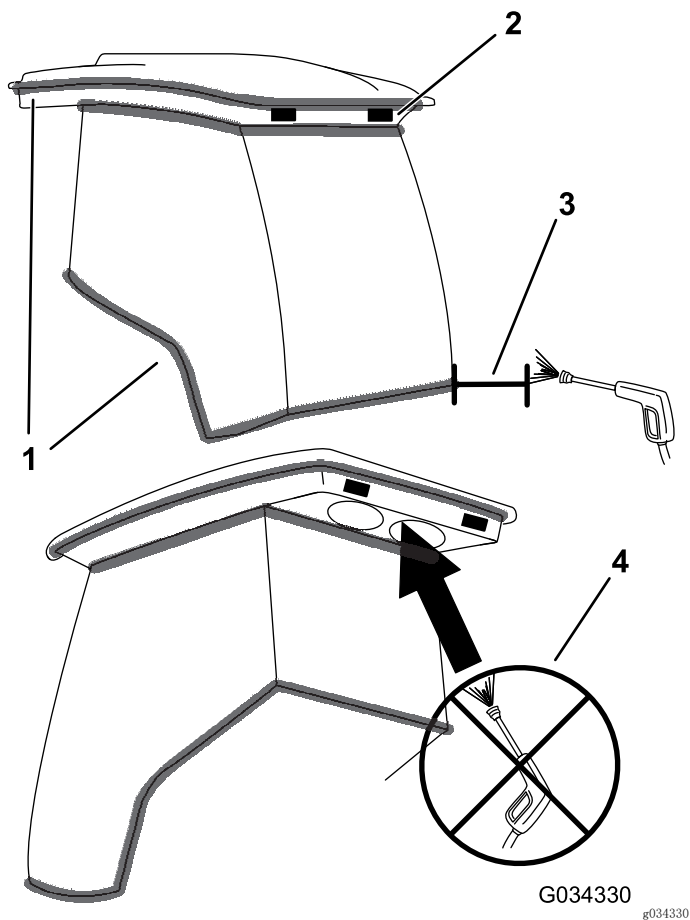

图55
**重要事项：**小心驾驶室的密封件和灯具（图55）。如果您正在使用高压清洗机，保持清洗杆至少距离机器0.6m。不要将高压清洗机直接冲洗驾驶室的密封件和灯具或后悬下方。